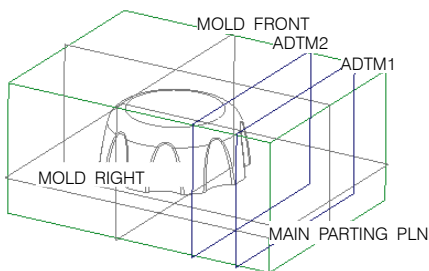

图 18.3.7 创建两个基准平面
- (1) 单击 **模具** 功能选项卡 **基准** 区域中的“平面”按钮 .
- (2) 系统弹出“基准平面”对话框，选取 MOLD_FRONT 基准面为参考平面，偏移值为 35.00。
- (3) 在“基准平面”对话框中单击 **确定** 按钮，创建的两个基准平面如图 18.3.7 所示。基准平面 ADTM1，基准平面 ADTM2。